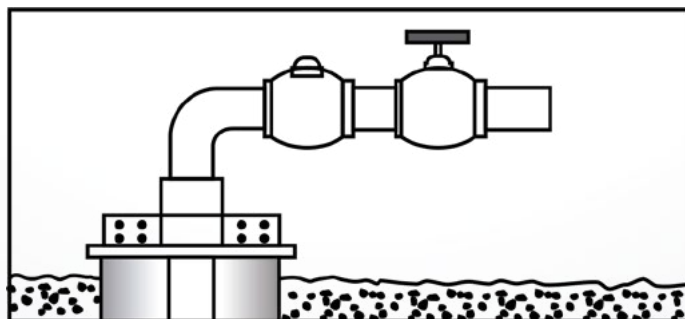

Figura 13.1.
- Após a instalação deve-se montar o cavalete (curva de saída, a válvula de retenção, o registro, etc.) *figura 13.1.*